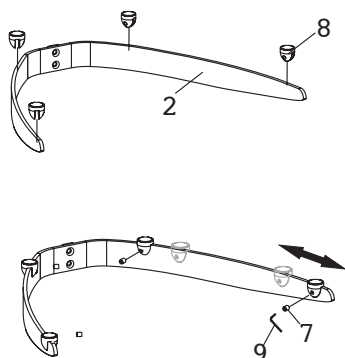

Fig. 1
Una a tira plástica (8) aos suportes da prateleira (2) com os parafusos do grupo (7) que usam a chave 2.5X2.5mm (9). Não aperte completamente os parafusos, deslize então a placa na posição como necessário. (Fig.1) Pode ser retrair para caber todos os tamanhos do equipamento de A/V. Finalmente ajuste todos os parafusos usando a chave de 2.5mm (9).